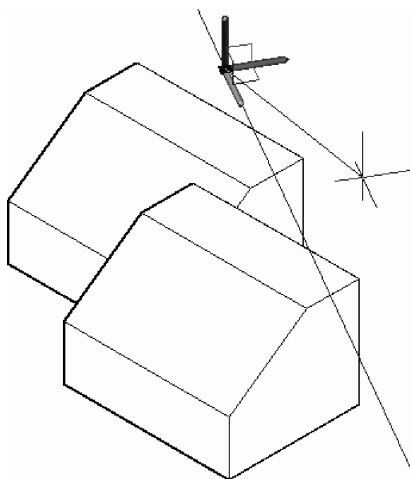

Fig. 8.53 Impunerea deplasării pe direcția unei axe
- dacă se execută clic pe una dintre axele pictogramei de deplasare, deplasarea va putea avea loc doar pe direcția axei respective, urmând să fie indicat un al doilea punct – vezi Fig. 8.53;